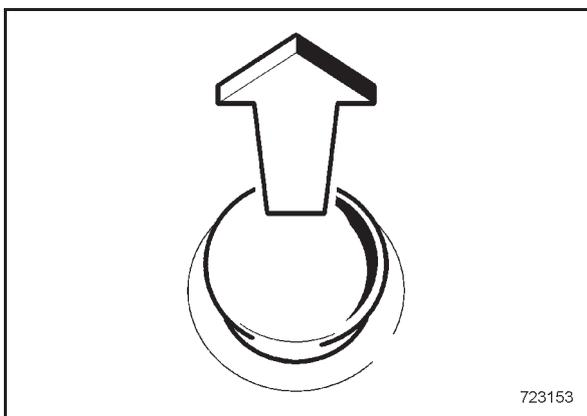

Bild 33
- Ggf. Not-Aus Schalter (Bild 33) entriegeln.